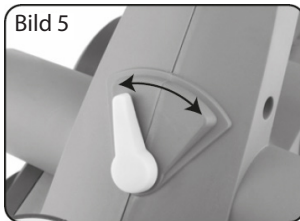

Bild 5
Välj på omkopplaren (10) om spånutkastet ska vara till vänster eller höger. Se bild 5.